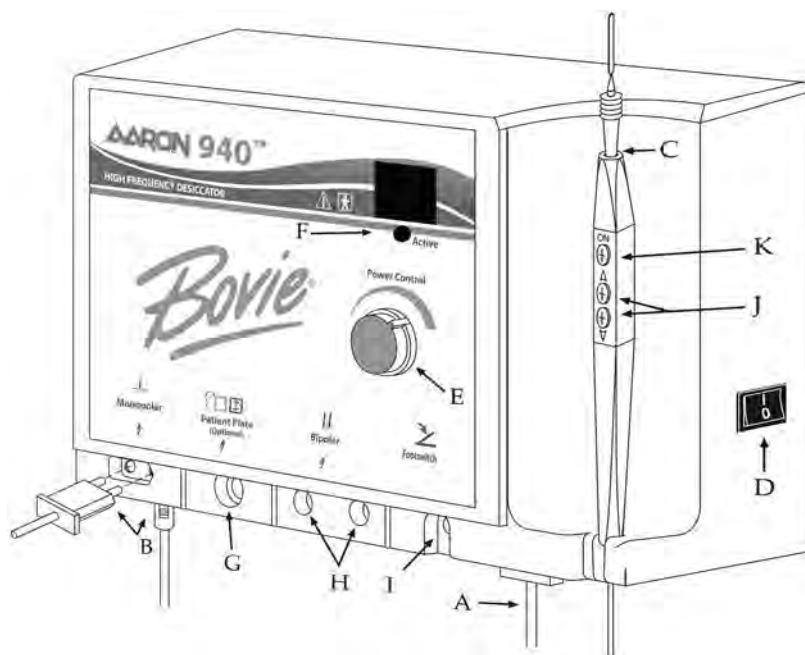

Abbildung 2
2. Stecken Sie das weibliche Ende des Netzkabels in die Konsole der Einheit (siehe Abbildung 2, Buchstabe A).
4. Stecken Sie das Handstück in den monopolaren Ausgang auf der linken unteren Frontseite der Einheit (siehe Abbildung 2, Buchstabe B). Der Stecker ist so konzipiert, dass er nur in einer Richtung passt. Stecken Sie den kleineren, runden Anschluss des Handstücks in die Anschlussbuchse am Boden der Einheit (siehe Abbildung 2,
5. Schieben Sie die Standardelektrode in das Handstück, bis sie fest sitzt (siehe Abbildung 2, Buchstabe C). Der Handgriff nimmt die meisten genormten $\frac{3}{32}$ -Zoll (0,24 cm) Elektroden auf.
7. Schalten Sie den Ein-/Aus-Schalter ein und verwenden Sie dazu den Schalter auf der rechten Seite der Einheit (siehe Abbildung 2, Buchstabe D).
8. Stellen Sie die Ausgangsleistung entweder mit der Skala auf der Frontplatte der Einheit (siehe Abbildung 2, Buchstabe E) oder auf dem Aaron 940™ durch die Auf-und-Ab-Schalter am Handstück ein (siehe Abbildung 2, Buchstabe J). Wenn der Leistungspegel mit dem Handgriff angepasst wird, ertönt ein hörbares Signal um anzugeben, dass der Leistungspegel geändert worden ist. Drücken und gedrückt halten der Auf- oder Ab-Schalter veranlasst eine schnellere Änderung der Leistungseinstellung zur schnellen Anpassung der Ausgangsleistung. Die Leistung wird unterhalb von 10 Watt in "0,1"-Watt-Schritten in ganzen Zahlen von 10 bis 40 Watt angezeigt.
9. Zur Aktivierung der Einheit nehmen Sie das Handstück aus der Halterung. Platzieren Sie das Handstück in der gewünschten Position und drücken Sie den Aktivierungsknopf (siehe Abbildung 2, Buchstabe K). Wenn die Einheit aktiviert ist, ertönt ein hörbarer Signaltönen und die blaue Aktivierungsleuchtdiode leuchtet auf (siehe Abbildung 2, Buchstabe F).
10. Zur Verwendung der optionalen Neutralelektrode mit Kabel (A802EU) stecken Sie den Kabelstecker in den Ausgang der Neutralelektrode ein (siehe Abbildung 2, Buchstabe G) und schließen das andere Ende an der Neutralelektrode an. Die Elektrode muss unter dem Patienten an einem Punkt platziert werden, an dem die gesamte Elektrode von unbedeckter Haut bedeckt wird.
11. Zur Verwendung des optionalen Bipolkabel (A827EU) stecken Sie die Stecker in die bipolaren Ausgänge ein (siehe Abbildung 2, Buchstabe H). Das Kabel wird dann in die Zange gesteckt. Eine Schiebetür hinter den mono- und bipolaren Ausgängen verhindert, dass der Benutzer beide gleichzeitig verwendet.
12. Der optionale Fußschalter wird in den Fußschalterausgang eingesteckt und auf den Boden gestellt (siehe Abbildung 2, Buchstabe I). Der Fußschalter kann bei monopolaren Verfahren und muss bei bipolaren Verfahren verwendet werden.